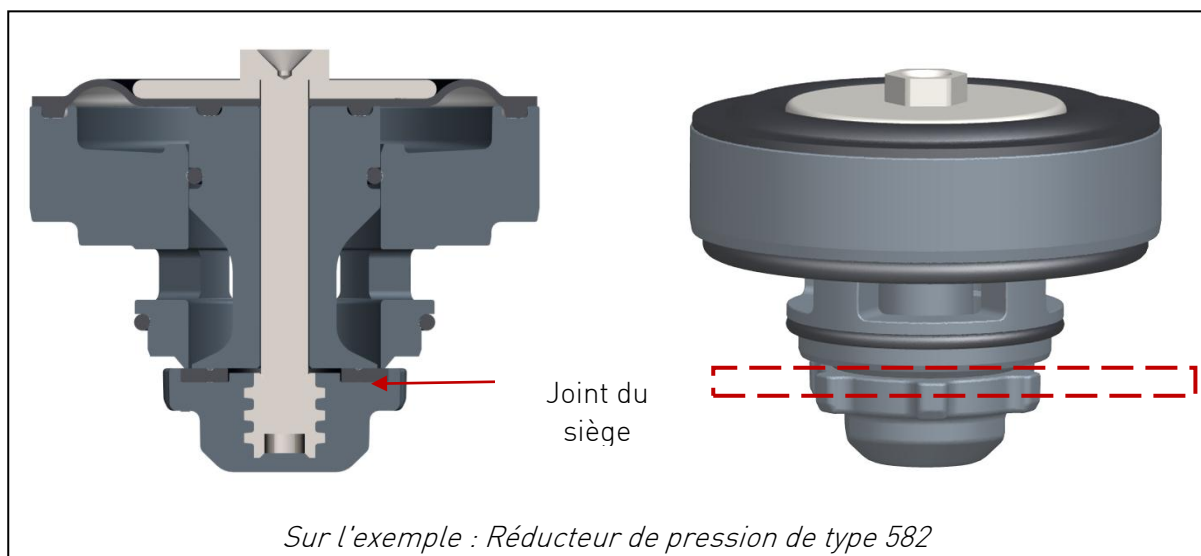

Fig. 16
- Contrôler et nettoyer la zone du joint de siège, voir Fig. 16.